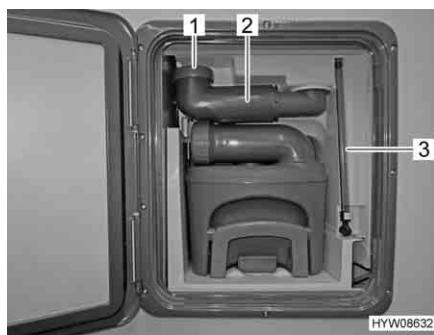

Fig. 99 Serbatoio fisso
- Controllare il livello dell'acqua nel tubo di rifilusso (Fig. 99,3). Il livello dell'acqua nel tubo di rifilusso corrisponde al livello dell'acqua nella cassetta dell'acqua di risciacquo.
- Ruotare verso l'esterno il bocchettone di riempimento (Fig. 99,2).
- Svitare il coperchio (Fig. 99,1).
- Sganciare il tubo di rifilusso (Fig. 99,3) e ruotarlo verso il basso.